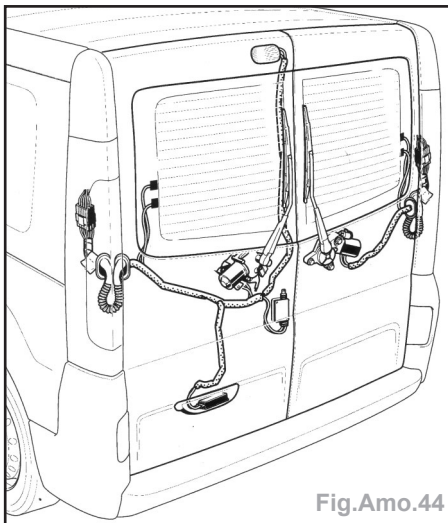

Fig.Amo.44
- Débrancher le connecteur électriques du montant AR et sortir le faisceau (Fig. Amo.44).